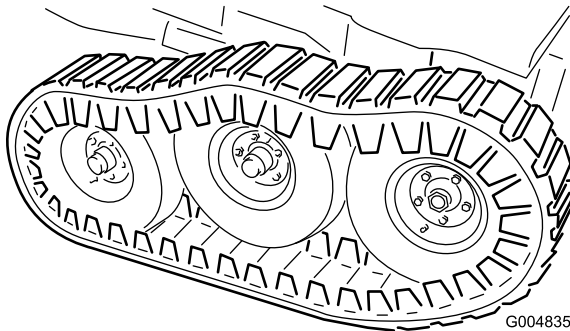

Figure 56
22. Abaissez le cric jusqu'à ce que les roues avant supportent le cadre. Montez les rondelles plates (1/2 po) et les contre-écrous sur le goujon de pivot de bogie (Figure 56) et serrez à 102 Nm (75 pi-lb).